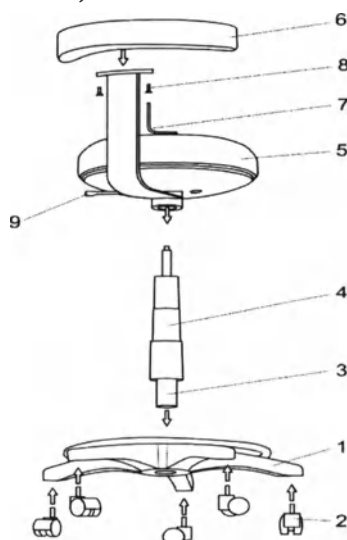

Рис. 8.38
- установите ролики поз.2 в крестовину поз.1, убедившись в том, что оси роликов зафиксировались (см. рис. 8.38);